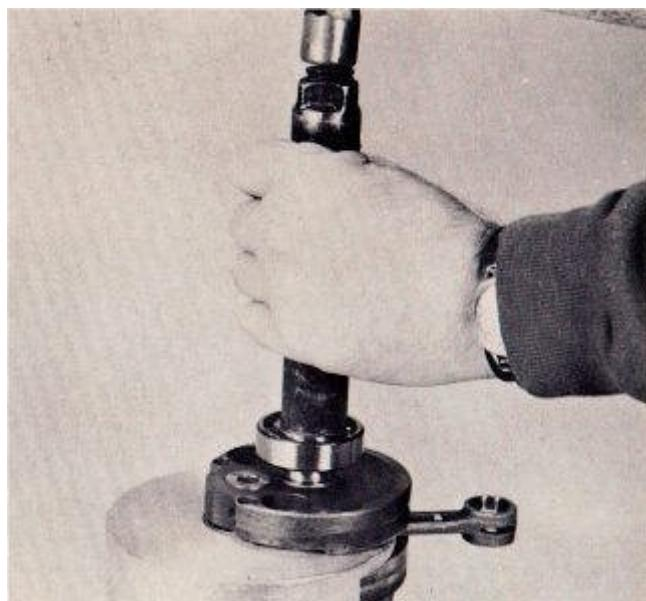

FIG. 75
1. Coloque el cigüeñal en una prensa de tornillo equipado con garras blandas se enfrentan. Coloque el eje del lado izquierdo apuntando directamente hacia arriba. Localizar las cuñas que sacó de detrás del rodamiento principal izquierdo durante el desmontaje del motor y ponerlas en su sitio en el eje impulsor. Coloque el nuevo rodamiento en el eje impulsor y presione hacia abajo lo más que pueda con los dedos. Localizar un pequeño trozo de tubería con un diámetro interior es lo suficientemente grande como para pasar sobre el eje impulsor y firmemente en contacto con la pista interior del cojinete (Fig. 75).